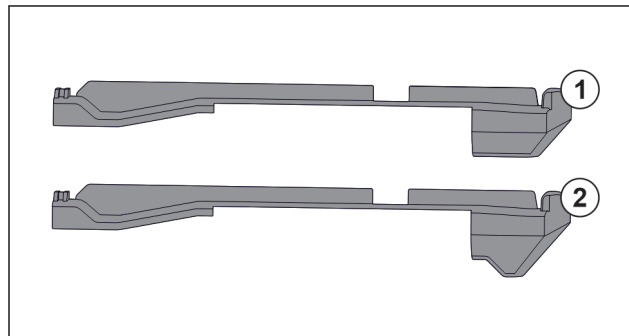

Fig. 195 Сравнение вставных частей
В устройстве находятся две разные вставные части. Вставная часть над самым нижним выдвижным ящиком Fig. 195 (2) имеет треугольную кромку. Все прочие вставные части Fig. 195 (1) имеют прямую кромку.
- ▶ Установите вставную часть Fig. 195 (2) с треугольной кромкой над самым нижним выдвижным ящиком.
- ▶ Установите вставную часть Fig. 195 (1) с прямой кромкой на все прочие места.